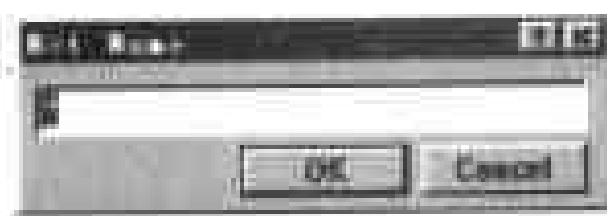

图 7-58 指定跳转的目标网络
- Net 命令——选择此命令,即弹出如图 7-58 所示的对话框。在该对话框的输入框